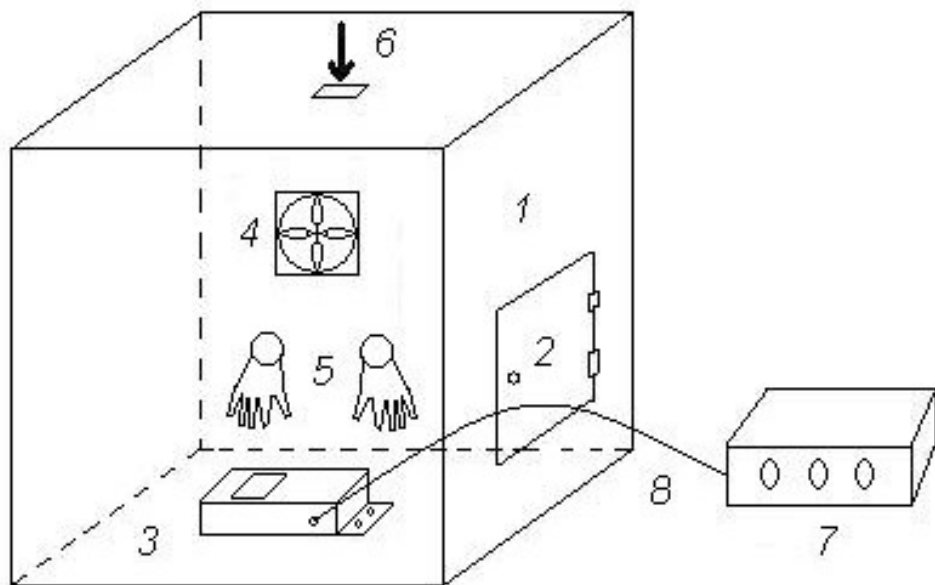

рис. 3. Схема газовой камеры КГ-100 для проверки стационарных ГС серии ИГС-98.
3.9.2. Для этого собирают установку, изображенную на рис. 3. Прибор помещается полностью в камеру через герметичный люк. Люк должен иметь возможность прохода через него провода питания или соединительного кабеля датчика. В камере из прозрачного материала находится вентилятор для перемешивания воздуха, ввод для микродозатора жидкой пробы вещества и две герметичные рукавицы для работы с прибором в камере при настройке.
рис.3а